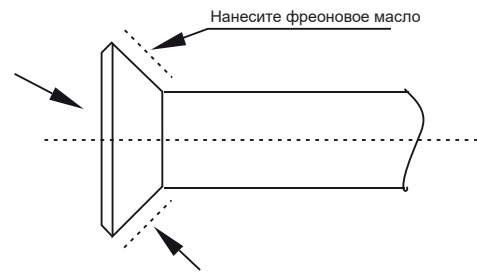

Рисунок 4.3
- Перед установкой гайки на фитинг, нанесите немного фреоновое масло на гайку (изнутри и снаружи), а затем проверните три или четыре раза до окончательной затяжки. См. рисунок 4.3